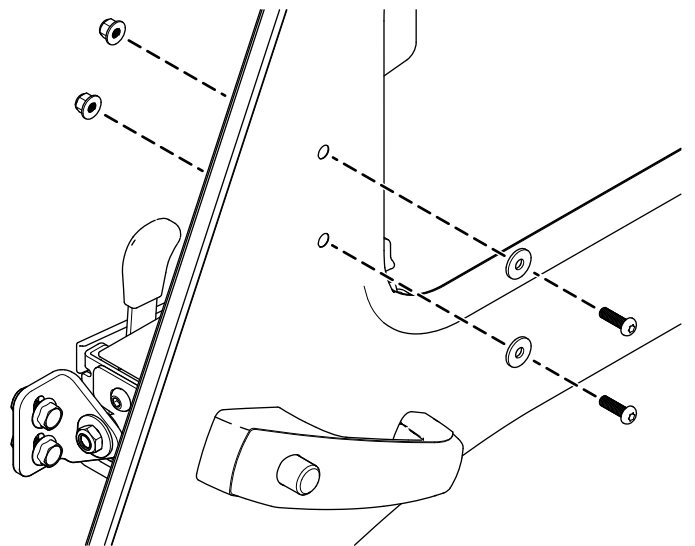

Figura 3
1. Retire os dois parafusos de cabeça Torx, duas anilhas e duas porcas de bloqueio (6 mm) existentes da porta da cabina (Figura 3).